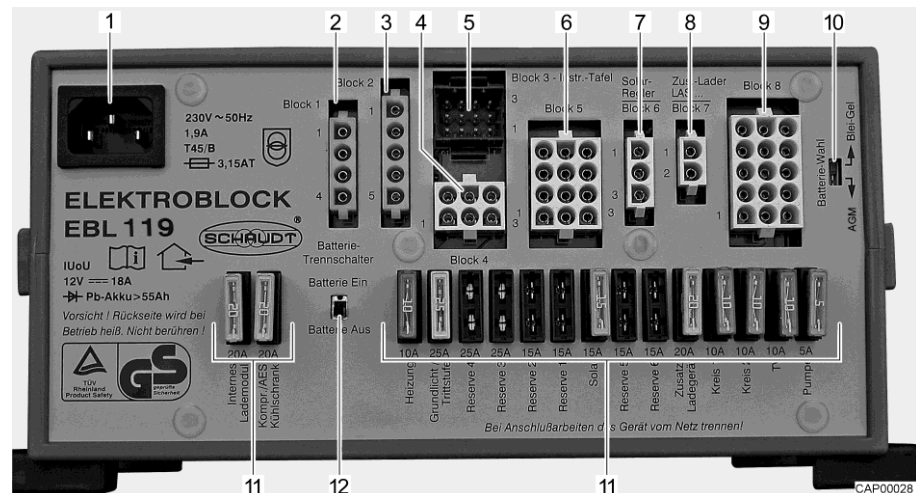

Fig. 203 Centralina elettrica (EBL 119, ad esempio)
- ▷ Le centraline elettriche EBL 99 ed EBL 119 sono uguali, eccetto per l'interruttore selezione batteria (Fig. 203,10).